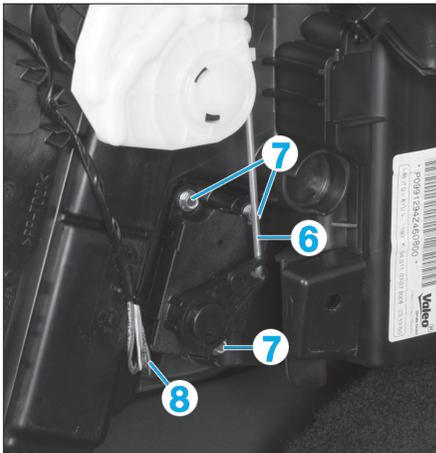

Fig. 33
- Dégrafer la tige de commande (6) du moteur de distribution (Fig.33).
- Déposer les vis (7).
- Débrancher le connecteur (8).